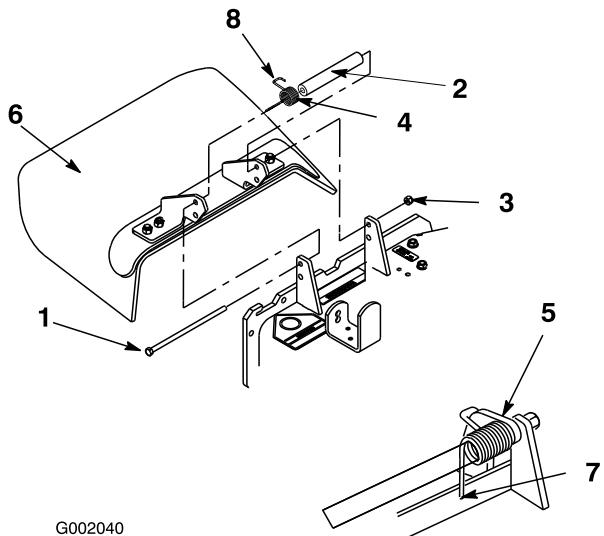

Figure 71
- Retirez le contre-écrou, le boulon, le ressort et l'entretoise qui fixent le déflecteur aux supports de pivot (Figure 71). Enlevez le déflecteur s'il est endommagé ou usé.
Remarque: Prenez soin de placer l'extrémité en L du ressort derrière le bord du tablier avant de mettre le boulon en place, comme indiqué à la Figure 71.
- Remettez le boulon et l'écrou. Accrochez l'extrémité en J du ressort au déflecteur d'herbe (Figure 71).